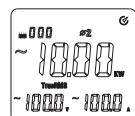

图7-3
- 然后按SELECT键选择第二相位 $\phi 2$ ，如图7-3，显示相位 $\phi 2$ 的有功功率kW值，电压V值，电流A值。